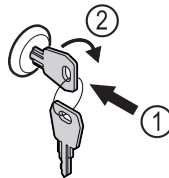

Fig. 44
- ▶ Sleutel erin duwen Fig. 44 (1).
- ▶ Sleutel 90° rechtsom draaien Fig. 44 (2).